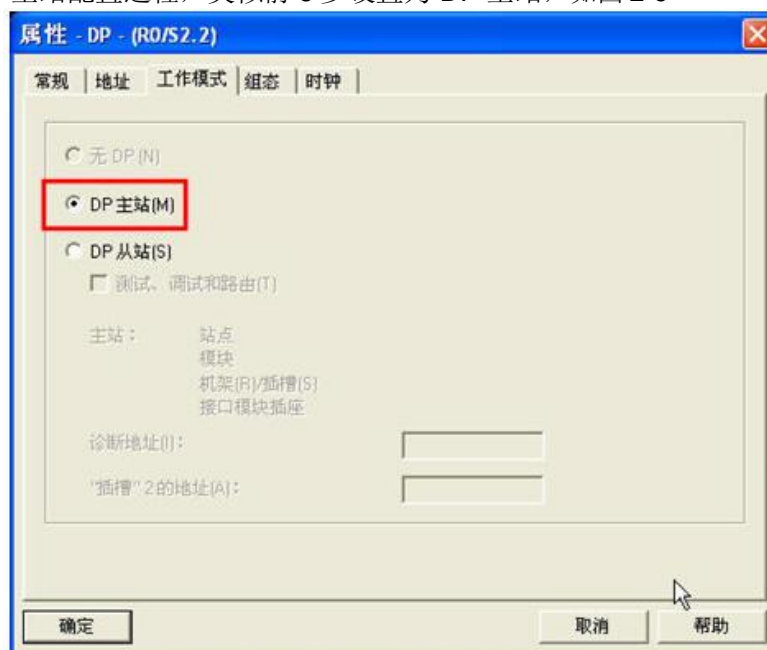

图 2-9 主站配置
9) DP 主站配置过程，类似前 6 步设置为 DP 主站，如图 2-9